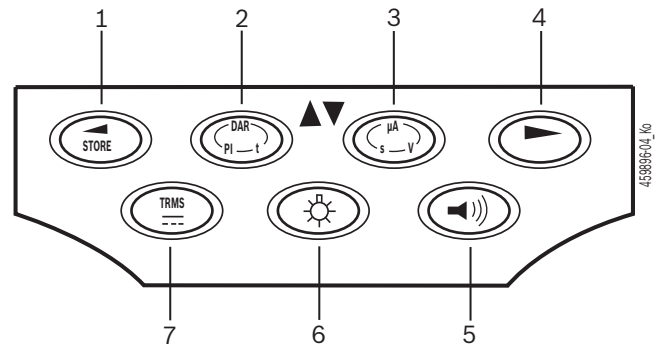

Fig. 3: Teclas de función FSA 050
Cuando el verificador FSA 050 está enchufado, se puede seleccionar la iluminación de fondo de la pantalla LCD (fig. 3, pos. 6). Ésta se apaga automáticamente tras 20 segundos.
Para realizar la medición de continuidad se puede conectar el zumbador (fig. 3, pos. 5). Su símbolo aparece en la pantalla LCD (fig. 5, pos. 4).
En el caso de la comunicación Bluetooth se visualizará en la pantalla LCD la indicación **bl** (fig. 5, pos. 2) durante aproximadamente un segundo después de pulsar la tecla de selección ► (fig. 3, pos. 4).